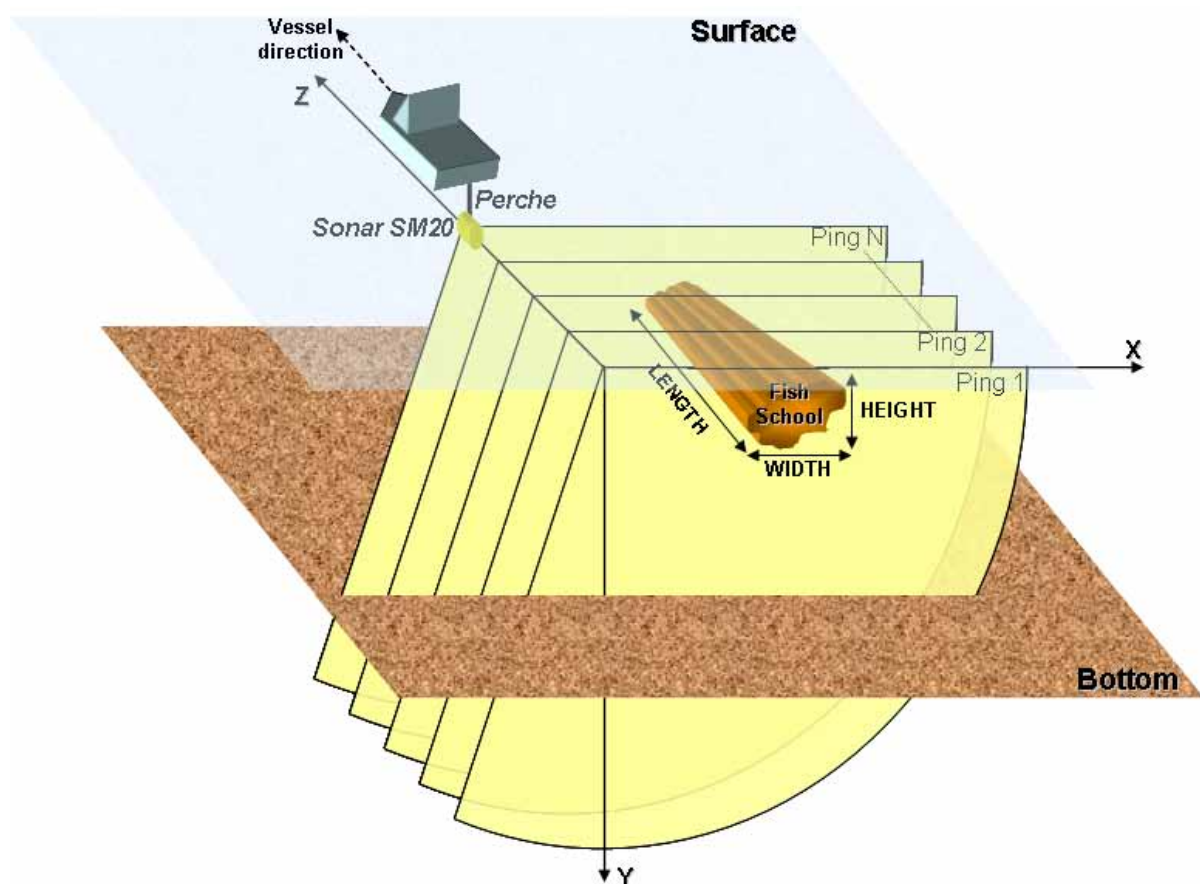

Figure 3-4
La figure 3-4 présente schématiquement le principe de construction 3D des bancs de poissons. A chaque ping, le SM20 fournit une image 2D (XY) de la scène observée.
Les différents paramètres (notamment, longueur, largeur, hauteur) des bancs sont calculés dans le repère (XYZ) présenté sur la figure 3-4.